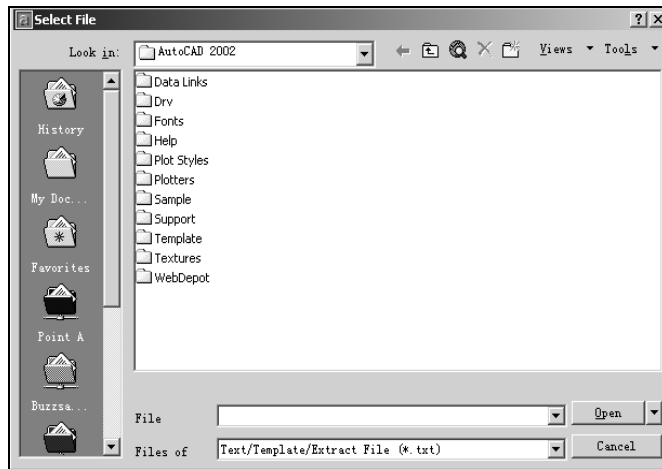

图 4-63 Select File (选择文件) 对话框
- Import Text (输入文字) 在 Multiline Text Editor (多行文字编辑器) 对话框右边有一个 Import Text (输入文字) 按钮，用户可使用该按钮将已经在其他文字处理器中创建的文字内容直接导入到当前图形中。单击此按钮，AutoCAD 2004 弹出如图 4-63 所示的 Select File (选择文件) 对话框，用户从中选择要导入的文件即可。